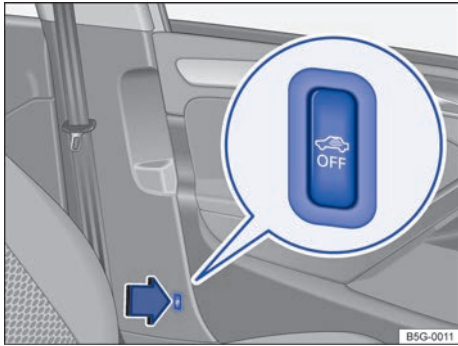

Fig. 33 Junto al asiento del conductor: tecla para desconectar la vigilancia del habitáculo y el sistema antirremolcado.
Si se desconectaron la vigilancia del habitáculo y el sistema antirremolcado pulsando la tecla  => **fig. 33**, se pueden volver a conectar pulsando de nuevo la tecla . El testigo de control amarillo se apaga.
Para poder desconectarlos tiene que estar encendida la luz de orientación de la tecla  => **fig. 33**. Para que la luz de orientación se encienda, extraiga la llave de la cerradura de encendido y abra la puerta del conductor.
- Pulse la tecla  => **fig. 33**. En la tecla se enciende un testigo de control amarillo hasta que se bloquee el vehículo.